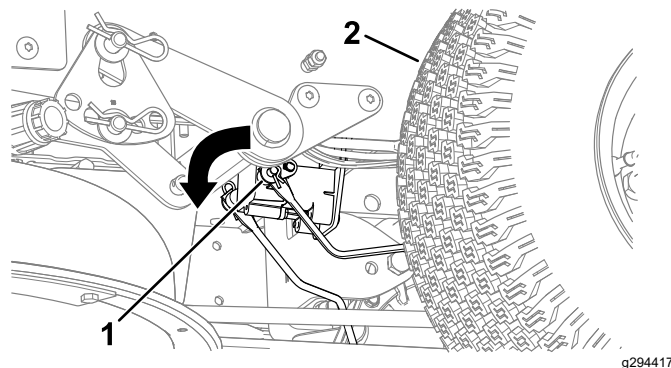

Figure 46
3. Localisez l'arbre sur le frein électrique au point de connexion des bras de liaison (Figure 46).
4. Tournez l'arbre pour desserrer le frein (Figure 46).